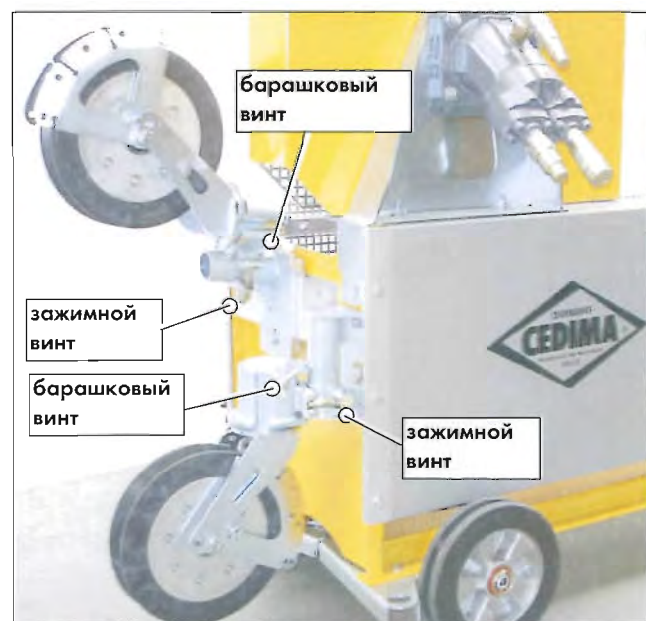

Рис. 8.1 Поворотный ролик смонтирован на CSA•1001 H
2. Ослабьте барашковый винт и зажимной винт соотв. поворотного ролика (Рис. 8.1), чтобы для снятия можно было повернуть ролик в нужное положение!
3. Отвинтите и снимите гайку и винт ступицы с соотв. 2 держателями расстояния для (дополнительно) профиля канатной защиты, поворотный ролик (Рис. 8.1) и снимите ролик!
- необходимости новую контрагайку (Рис. 8.1)!
- Поверните поворотные ролики в нужное положение и затяните при необх. зажимной винт и барашковый винт соответствующих поворотных роликов (Рис. 8.1)!